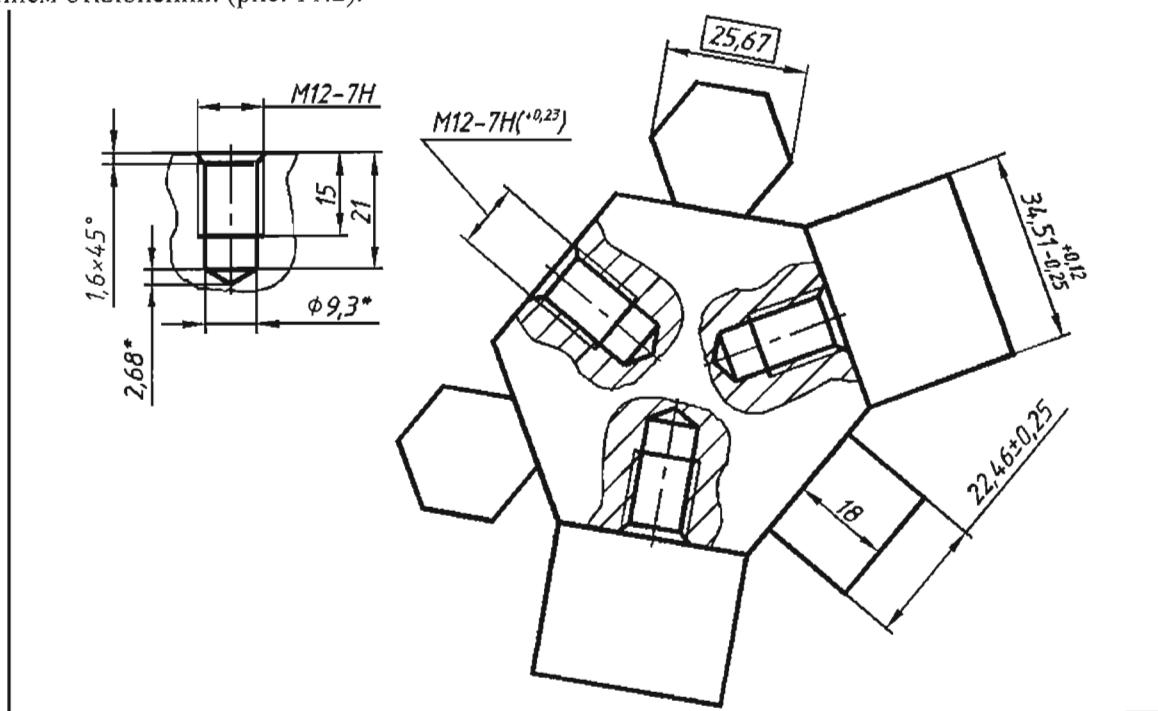

Рис. 11.2. Чертеж фигуры ко второму заданию
- 11.2.2. Начертить фигуру. При построении применить команду **ALIGN**. Проставить размеры с указанием отклонений. (рис. 11.2).
Шестиугольник на рис. 11.2 задан размером стороны (34,51). Стороны его не параллельны сторонам габаритного прямоугольника.
По приведенной выше схеме выровняйте второй шестиугольник и один из прямоугольников (см. рис. 11.2). Остальные прямоугольники следует выровнять с масштабированием (как головки винтов в первом задании).